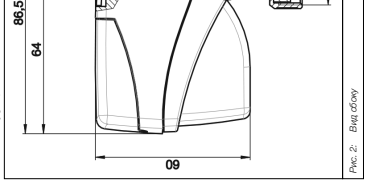
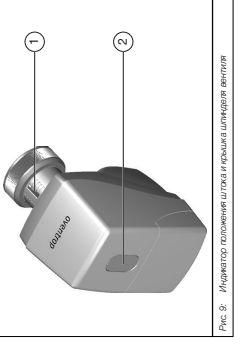

Рис. 2. Вид сверху
Рис. 9. Индикатор положения штока и крышка шпинделя вентиля
Ручная перестановка	Только при отсутствии напряжения! Перестановочный шпиндель для шестигранного ключа под крышки (поз. 2, см. рис. 9), размер олова 4 мм.
**При повторном монтаже процесс инициализации начнется только в том случае, если сдвинут DIP-переключатель (рис. 1) в положение "выкл" (рис. 2) (рис. 9) к заземлению окружающей среды. Однако процесс инициализации не начнется даже после переустройки, если шток привода уже находится в нижнем положении.**